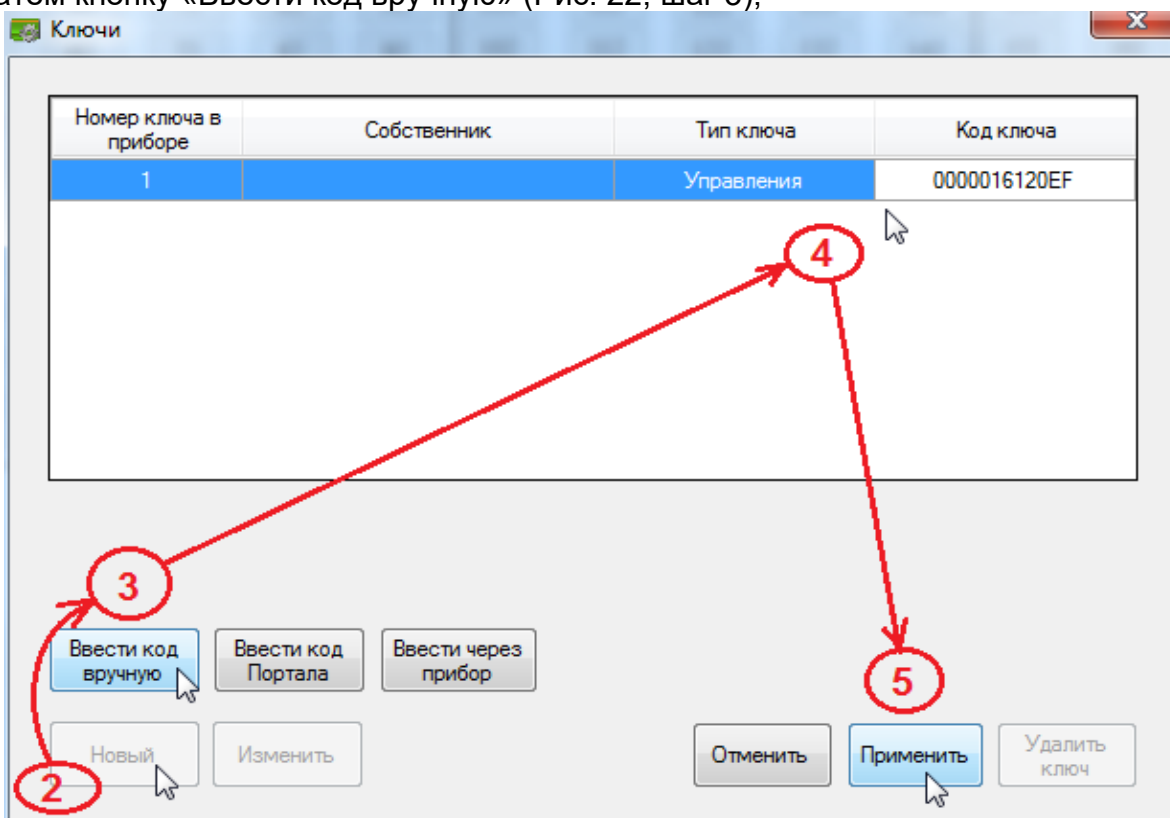

Рис. 22. Диалоговое окно процедуры добавления ключей с вводом кодов вручную
- 2) в появившемся диалоговом окне «Ключи» нажмите кнопку «Новый» (рис. 22, шаг 2) и затем кнопку «Ввести код вручную» (Рис. 22, шаг 3);
- 3) в поле «Код ключа» и задайте код добавляемого ключа из 12 символов (Рис. 22, шаг 4);
- 4) нажмите кнопку «Применить» (Рис. 22, шаг 5);